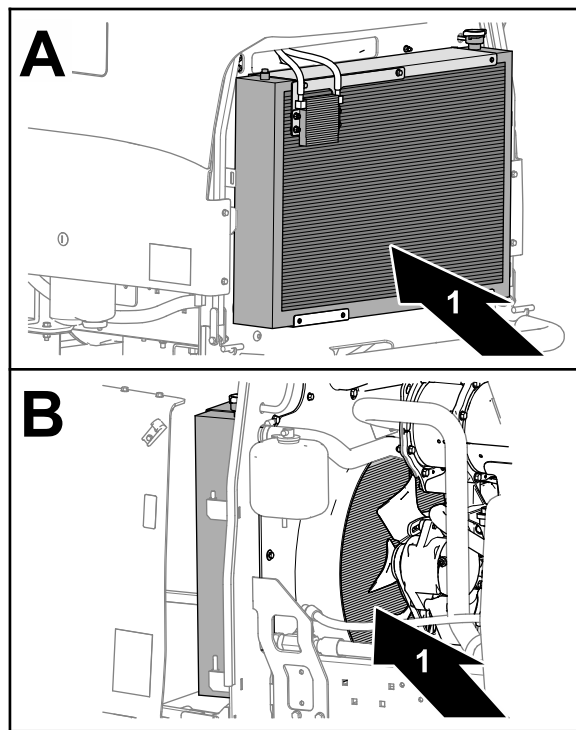

Figure 66
7. Nettoyez soigneusement les deux côtés du radiateur et du refroidisseur d'huile à l'air comprimé (Figure 66).